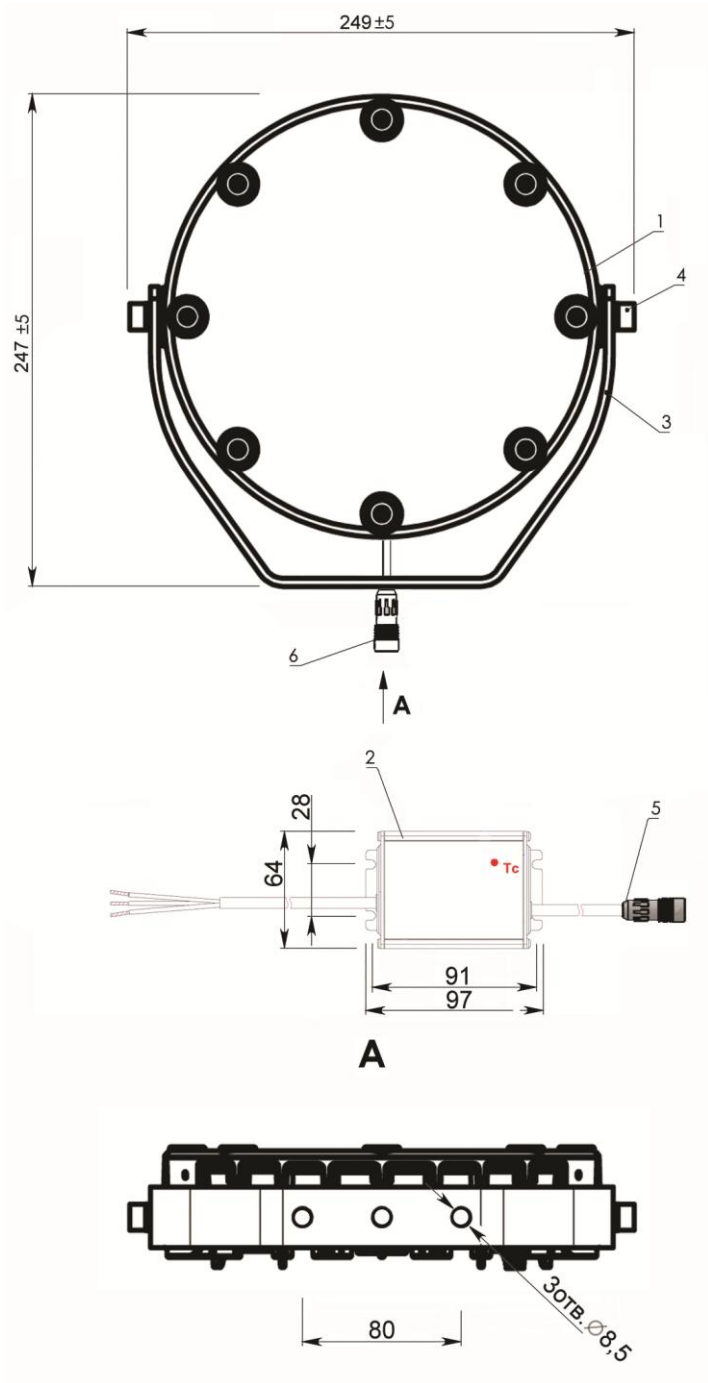

Рис.1
- 2.1. Прожекторы GALAD Аврора LED-14 М РС (рис.1) со светодиодными модулями предназначены для архитектурного освещения зданий.
- 5.1. Установить оптическую часть прожектора (поз.1), закрепив скобу (поз.3) тремя болтами М8 (см. рис.1).
- 5.4. Соединить разъемы оптической части (поз.6) и блока питания (поз.5) (см. рис.1) и надеть на них трубку термоусаживаемую с дальнейшим нагревом электрофена.